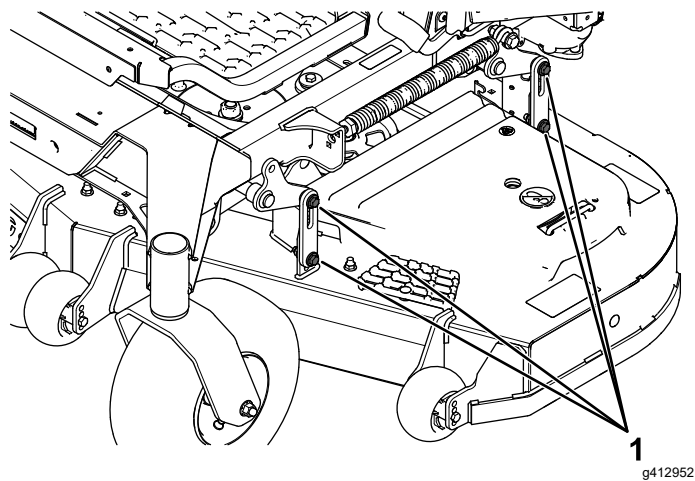

Figura 90
16. Afloje las contratuercas (Figura 90) en las 4 esquinas y asegúrese de que la carcasa de corte queda bien asentada sobre los 4 bloques.